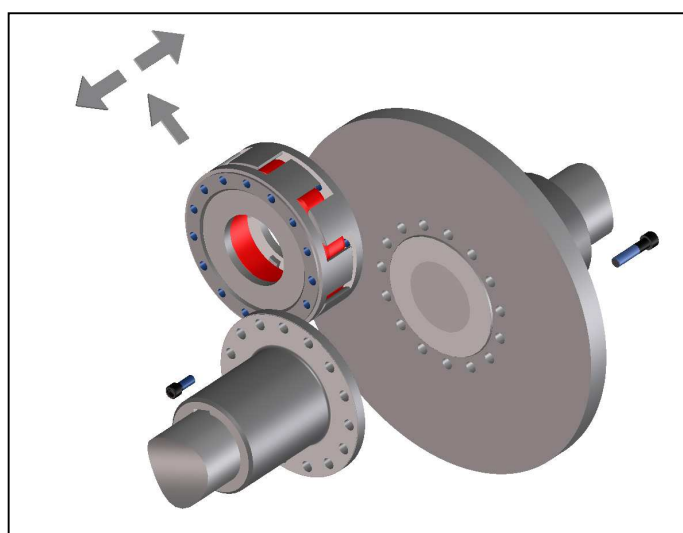

Bild 7
- Setzen Sie die Klauenringe mit dem elastischen Zwischenring in der jeweils markierten Position ein. Achten Sie dabei darauf, dass die Teile beim Fügen am Zentriersitz nicht verkanten (Bild 7).